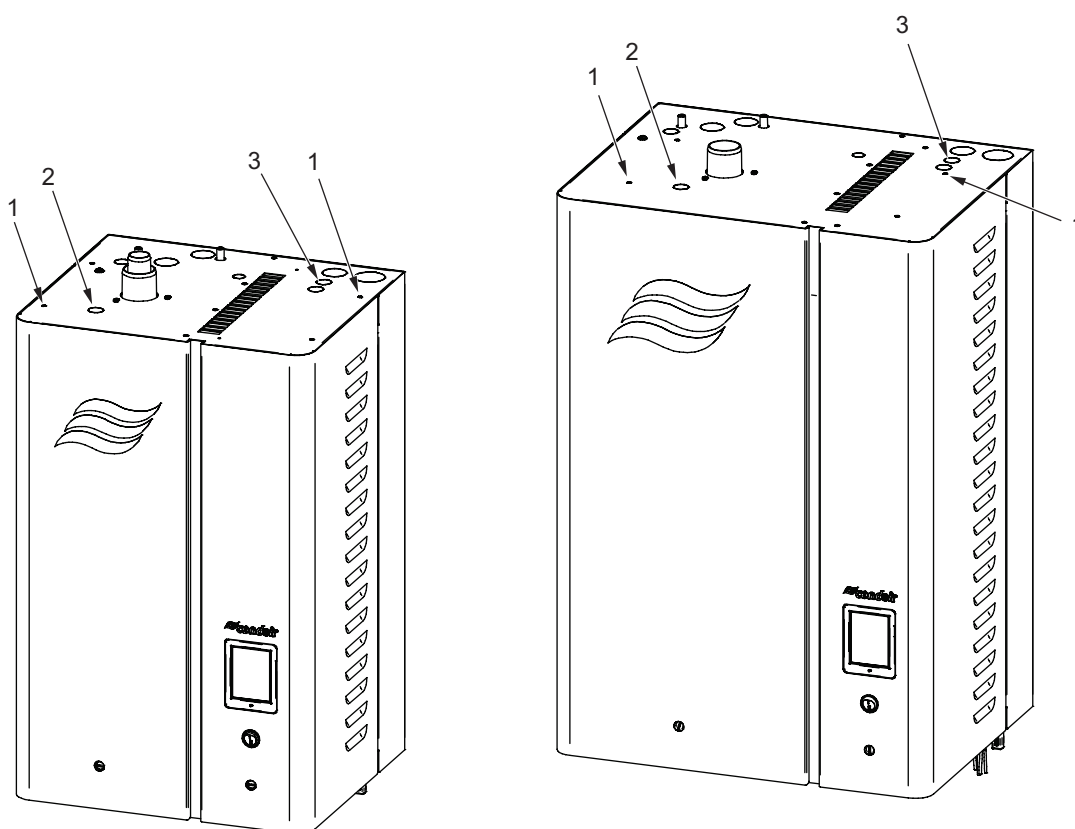

Figure 17 : Poinçons sur le dessus de l'humidificateur
1. **Poinçons.** Pousser les poinçons suivants sur le dessus de l'humidificateur. Consulter la Figure 17. Les endroits varient selon le type de l'humidificateur.